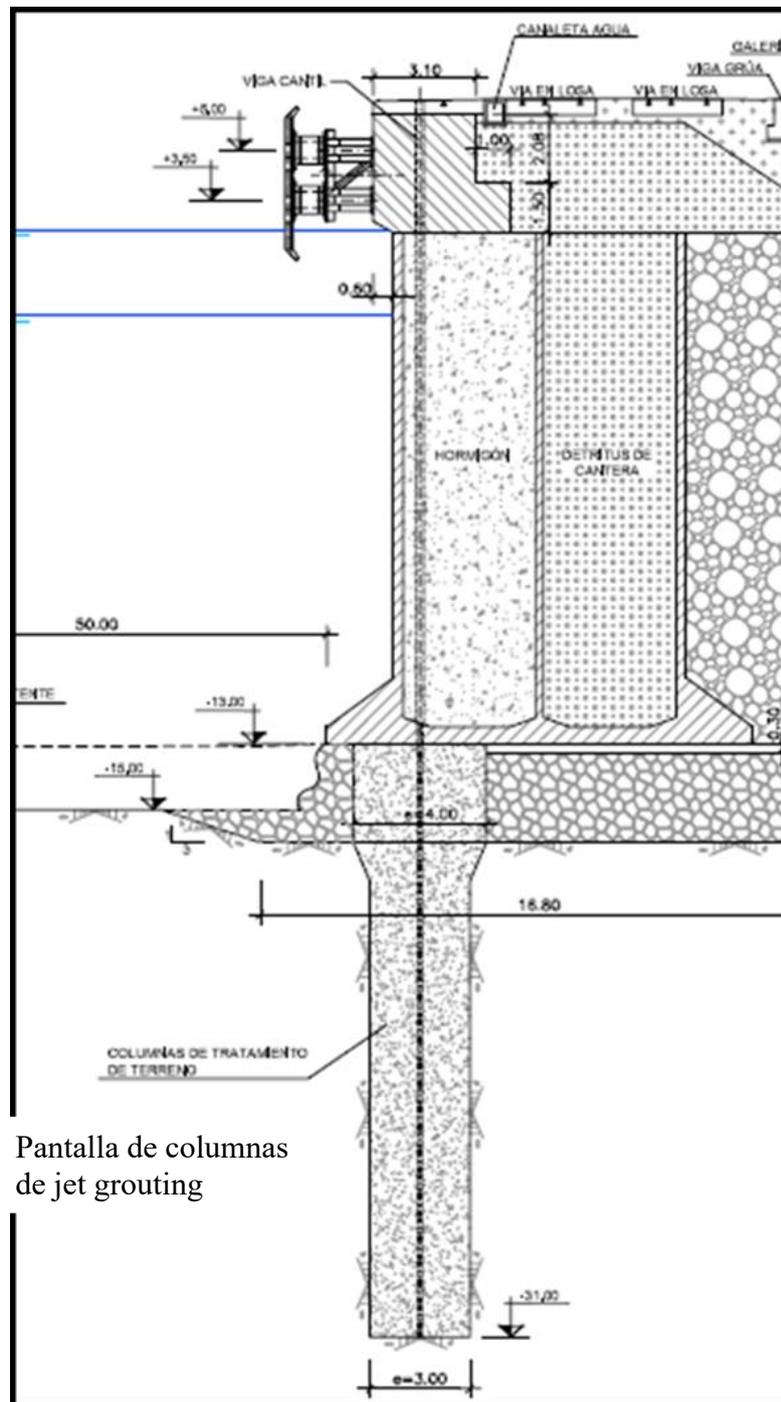

Figura 20. Recalce de un muelle con una pantalla de columnas de jet grouting
- En el recalce de muelles para permitir el aumento de calado (Figura 20).